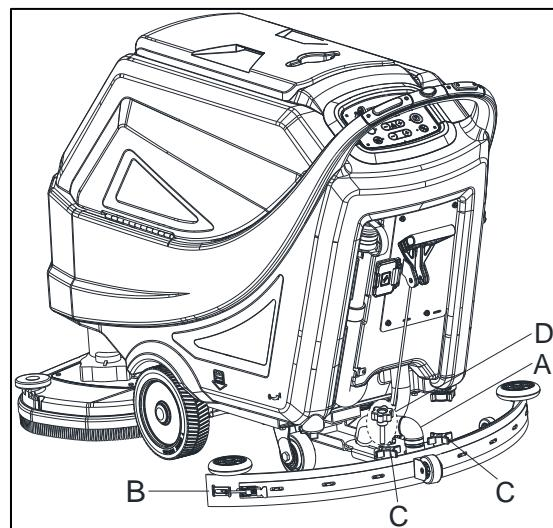
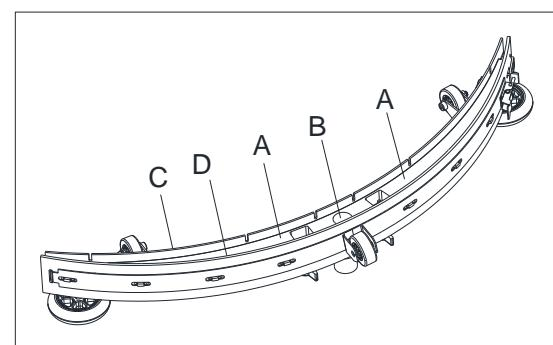
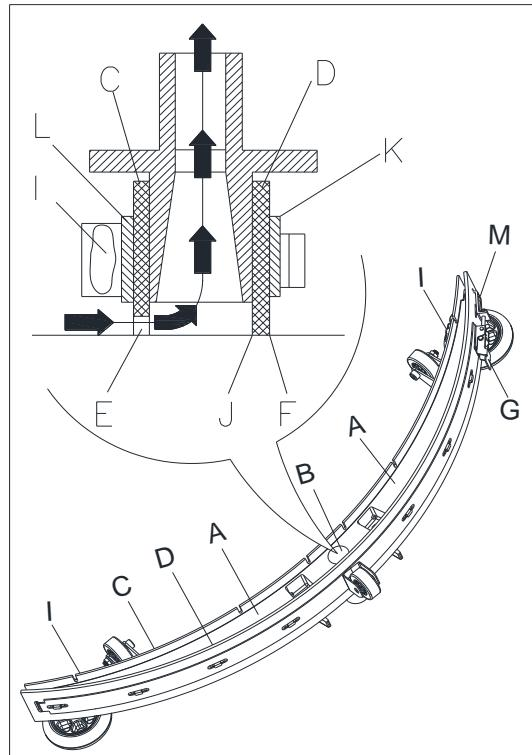

Figure 24
Figure 25
Figure 26
4. Desserrer les boutons (C, Figure 24) et retirer l'embouchure.
5. Déconnecter le tuyau d'aspiration (A) de l'embouchure.
6. Nettoyer l'embouchure en acier ou aluminium (Figure 25). Nettoyer les compartiments (A) et en particulier le trou (B). Vérifier l'intégrité de la lamelle avant (C) et de la lamelle arrière (D) à la recherche de coupure et déchirures ; si nécessaire les remplacer (voir la procédure au paragraphe suivant).
2. Vérifier que les bords (E, Figure 26) de la lamelle avant (C) et les bords (F) de la lamelle arrière (D) sont posés au même niveau sur toute leur longueur ; si nécessaire ajuster leur hauteur selon la procédure suivante :
- Retirer la tige de traction (G), dégager les éléments de fixation (M) et régler la lamelle arrière (D), puis engager les fixations (M) et installer la tige de traction (G).
- Desserrer les boutons (I) et régler la lamelle avant (C), puis serrer les boutons.
3. Vérifier l'usure de la lamelle avant (C) et de la lamelle arrière (D) à la recherche de coupures ou de déchirures ; si nécessaire les remplacer selon la procédure suivante. Vérifier que le bord avant (J) de la lamelle arrière (D) n'est pas usé ; si nécessaire, retourner la lamelle pour remplacer le bord usé par le bord en parfait état. Si les autres bords sont usés, remplacer aussi la lamelle selon la procédure suivante :
- Retirer la tige de traction (G), dégager les éléments de fixation (M) et retirer la barrette de retenue (K), puis reposer la lamelle arrière (D). Monter l'embouchure dans l'ordre inverse du démontage.
- Dévisser les boutons (I) et retirer la barrette de retenue (L), puis remplacer la lamelle avant (C). Monter l'embouchure dans l'ordre inverse du démontage. Après le remplacement de la lamelle (ou son retournement), ajuster la hauteur, comme indiqué à l'étape précédente.
4. Connecter le tuyau d'aspiration (A, Figure 24) à l'embouchure.
5. Installer l'embouchure (B) et visser les boutons (C).
6. Si nécessaire, régler le bouton de réglage de l'équilibre de l'embouchure (D).